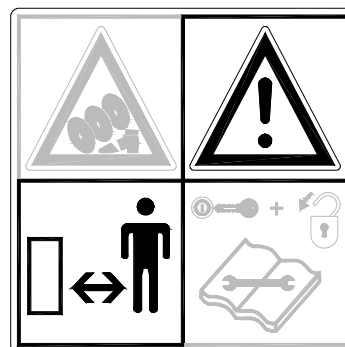

Fig. 4
**Respectez une distance minimale de 4 mètres !** (Fig. 4)